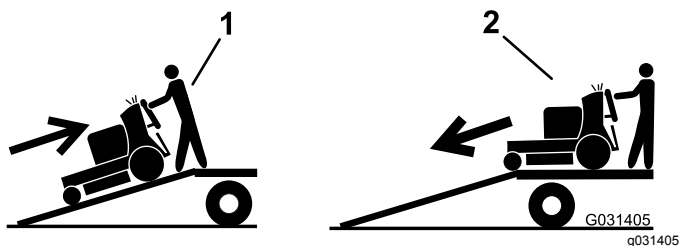

Figura 30
5. Suba a rampa em marcha atrás (Figura 30).